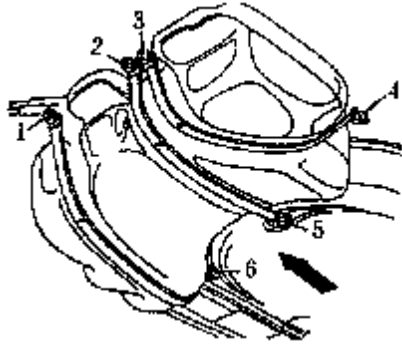

图 4-173 拆卸紧固条
(5) 对于前轮驱动轿车，拆卸后桥前的 Cd 板，如图 4-171 箭头所示。拆下燃油滤清器上的进油软管 1，如图 4-172 所示，在回油软管 2 及通气软管 3 上标上标记，并在连接点分开。将发动机/变速器起吊装置 V.A.G1383A 置于车下，支承油箱，拆下紧固条 1~6，如图 4-173 所示，降下燃油箱。图中箭头指向为行驶方向。